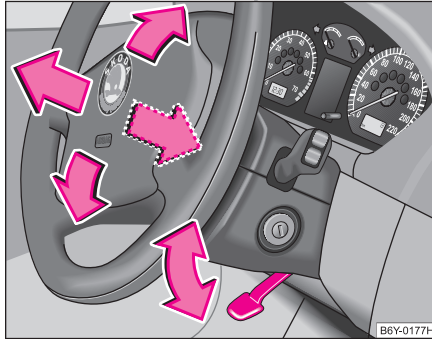

Abb. 89 Verstellbares Lenkrad: Hebel unter der Lenksäule
- Schwenken Sie den Hebel unter der Lenksäule ⇒ **Abb. 89** nach unten ⇒ .